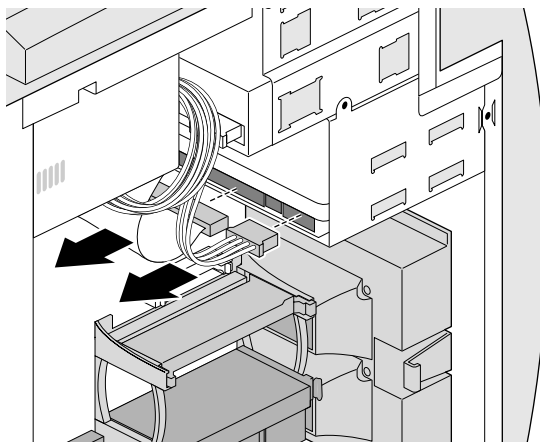

図 4-10 内蔵ハードディスクドライブからのケーブルの取り外し
4. 現在ハードディスクドライブが取り付けられている場合は、ドライブの背面からケーブルを取り外します（図 4-10）。